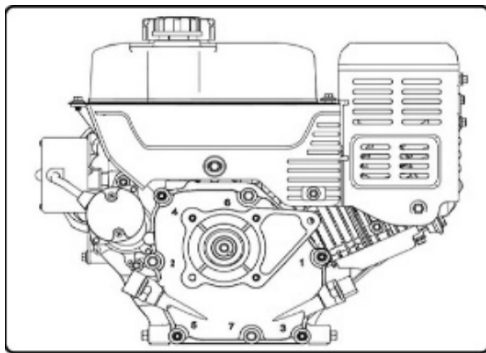

Abb. 34
2. Schrauben Sie den Ölstopfen mit dem Messstab ab und wischen Sie den Messstab ab. Siehe Abbildung 34.
1. Suchen Sie die Ölablassschraube, siehe Abbildung 34.
3. Reinigen Sie den Bereich um die Ölablassschraube, siehe Abbildung 34.